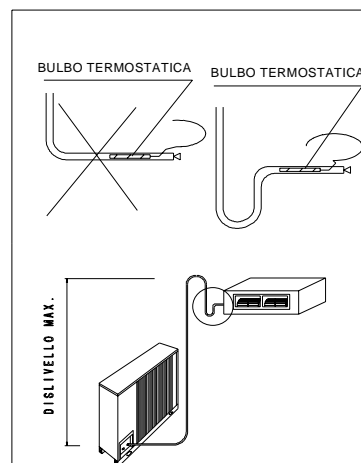

Figura 4
- Se l'unità motocondensante è posizionata più bassa rispetto all'unità evaporante (vedi figura 4), prevedere un sifone di altezza pari al pacco della batteria per prevenire, durante il fermo macchina un ritorno di liquido al compressore.
- Se l'unità terminale è dotata di valvola termostatica oltre al sifone prevedere un pozzetto (vedi Figura 4) il più vicino possibile all'unità. Quanto detto per evitare che il bulbo della valvola termostatica, a macchina ferma, rimanga in contatto con del liquido (vedi figura 4).